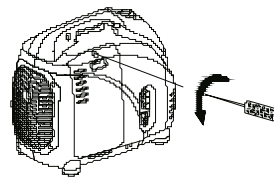

Рис. 25
- Открутите винт и откройте боковую панель корпуса генератора (Рис. 25).